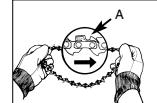

Abb. 4A
1. Los kæde op så den ligger fri i en ring med Tænderne, som vist i billede (A) (Fig. 4A).